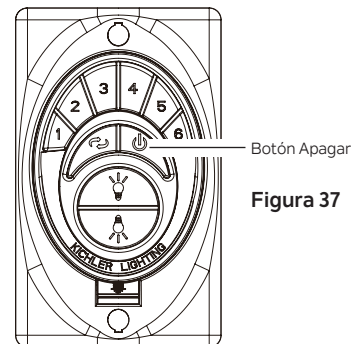

Figura 37
Paso 1. Restaure la alimentación al circuito derivado del ventilador de techo en el disyuntor o en la caja de fusibles. Dentro de los 30 segundos posteriores a la restauración de la alimentación, mantenga presionado el botón "**APAGAR**" en el transmisor durante 5 segundos. **(Figura 37)** El kit de luz (si está instalado) parpadeará una vez y el ventilador emitirá un pitido 3 veces, luego funcionará durante aproximadamente 1 minuto. El kit de luz (si está instalado) parpadeará dos veces y el ventilador emitirá un pitido 4 veces para indicar que el proceso de configuración del control del ventilador está completo.